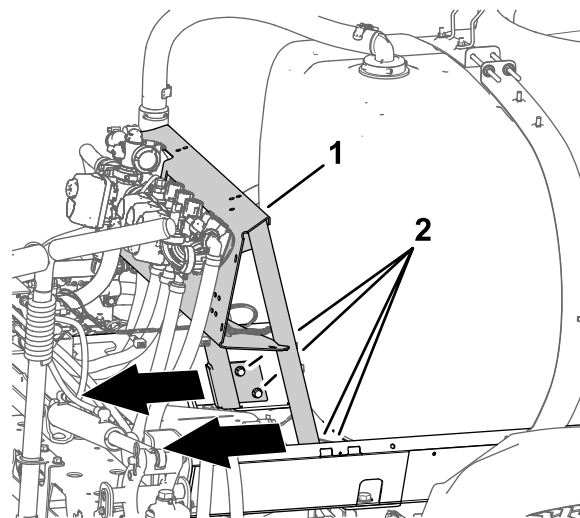

Figure 11
1. Desserrez les 4 boulons à embase (3/8 x 1") et les 4 contre-écrous à embase (3/8") qui fixent le support de vannes au cadre de la cuve (Figure 11).
2. Déplacez le support de vannes vers l'arrière (Figure 11).